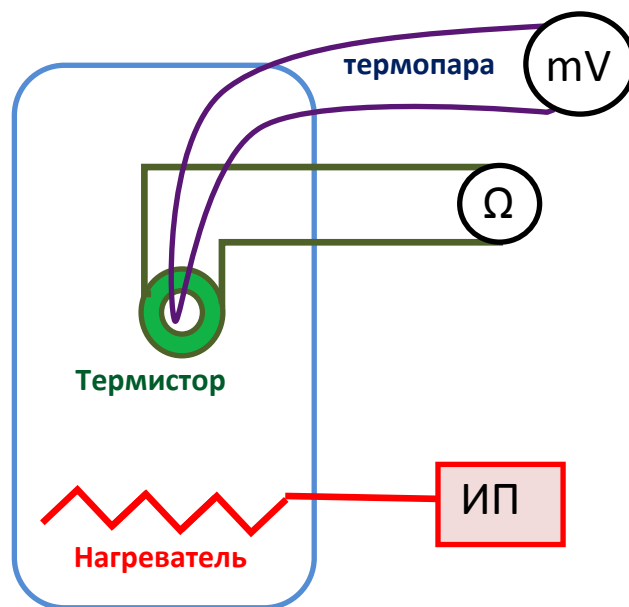

Рис. 3. Схема установки для градуировки термистора.
На рис. 3 приведена схема установки. Перед нагревательным элементом помещены датчики температуры. Термопару надо аккуратно прикрепить к корпусу термистора, чтобы проводить
1. Собрать установку по схеме рис.3: